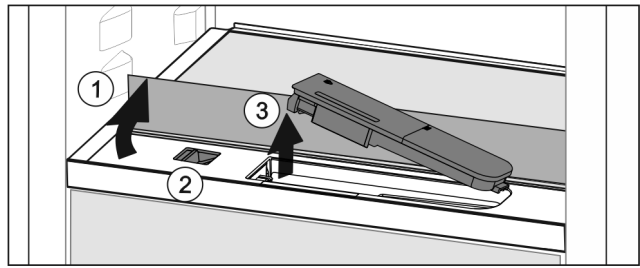

Fig. 43
- ▶ Glasplatte anheben und bis zum Anschlag nach hinten klappen Fig. 43 (1).
- ▶ Schieber Fig. 43 (2) nach links schieben.
- ▶ Wassertank entnehmen Fig. 43 (3).